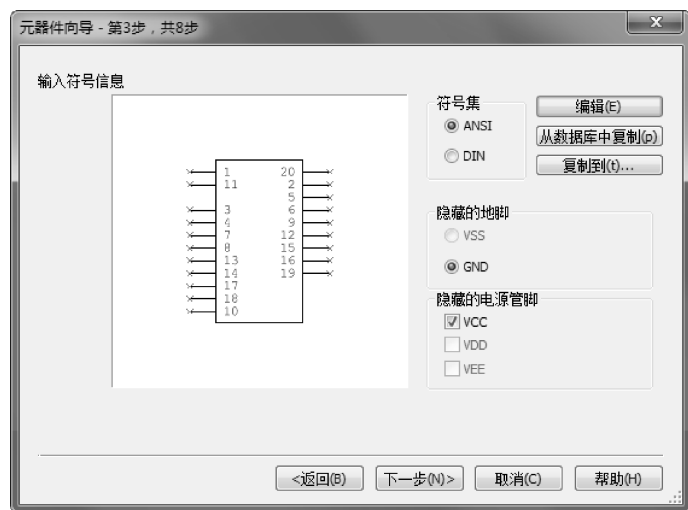

图 10-104 显示符号信息
④ 关闭该编辑器，返回向导对话框，如图 10-104 所示。